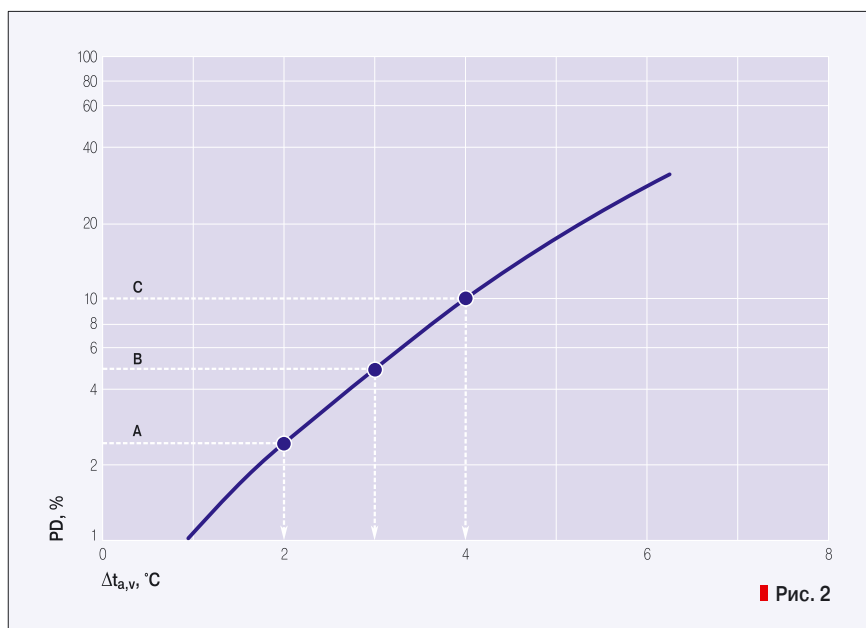
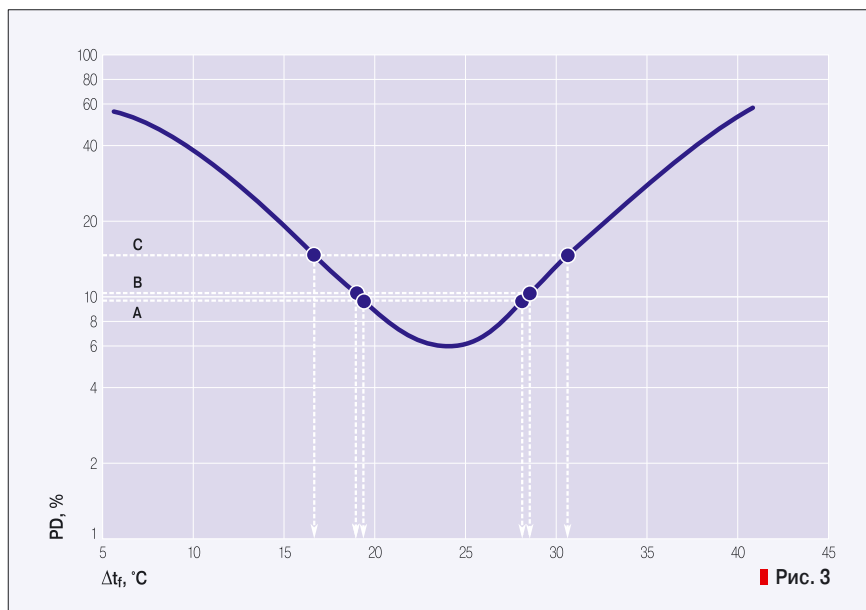

Рис. 2
Рис. 3
Особенностью рассматриваемого стандарта является нормирование допустимых перепадов температуры во всевозможных проявлениях, вызывающих локальный дискомфорт у человека. Так, на рис. 2 представлена зависимость количества неудовлетворенных (PD) тепловым комфортом при изменении температуры воздуха ( $\Delta t_{a,v}$ ) от лодыжек до головы. Как видим, в идеале температур-
ный градиент по вертикали должен быть близким к нулю. Для помещений категории А изменение температуры воздуха должно составлять не более 2 °С, В — не более 3 °С, С — не более 4 °С. А где же тогда взаимосвязь с пресловутым выражением обеспечения теплового комфорта: «ноги — в тепле, голова — в прохладе»? Пояснение тому представлено на рис. 3, где по температуре пола  $\Delta t_f$ , поддерживаемой системой напольного охлаждения (выделена синим цветом) или отопления (выделена красным цветом), представляется возможным определить процентное количество людей, ощущающих локальный дискомфорт (PD).
ни) представлены в виде графиков на рис. 2 и 3. При рассмотрении графика, приведенного на рис. 2, обращает на себя внимание труднообъяснимое на первый взгляд увеличение мощности охладителя в диапазоне от 55 мин. с момента включения в работу до 175 мин. (менее явная, но качественно такая же картина наблюдается и в поведении кривой на рис. 3). Однако если соотнести во времени изменения мощности и температуры окружающего воздуха, то этому увеличению мощности находится вполне естественное объяснение — дело в увеличении в этот период времени среднелогарифмического температурного напора, вызванного полуденным ростом температуры окружающей среды. Для учета влияния на холодильную мощность этого роста температуры окружающего воздуха был осуществлен пересчет мощности, исходя из предположения неизменности в течение рассматриваемого интервала времени температуры окружающего воздуха. Графически результаты пересчета отображены на рис. 4 и 5. Следует отметить, что на рис. 4 и 5 представлены только части откорректированных по среднелогарифмическому температурному напору графиков рис. 2 и 3 — до 225 мин. Пересчет за отметку 225 мин. не выполнялся, т.к., судя по графикам рис. 2 и 3, где-то в районе 200–225 мин. в основном завершалось таяние льда и температура хладоносителя, находящегося в картридже, а значит, и температура стенки теплопередающих труб должны были начинать расти, что делает уже существенно некорректным пересчет среднелогарифмического температурного напора только путем корректировки входной